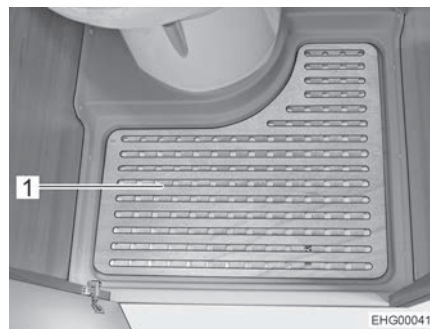

Fig. 149 Placa del fondo de quita y pon
- Quitar la placa del fondo de quita y pon (Fig. 149,1) para ducharse.